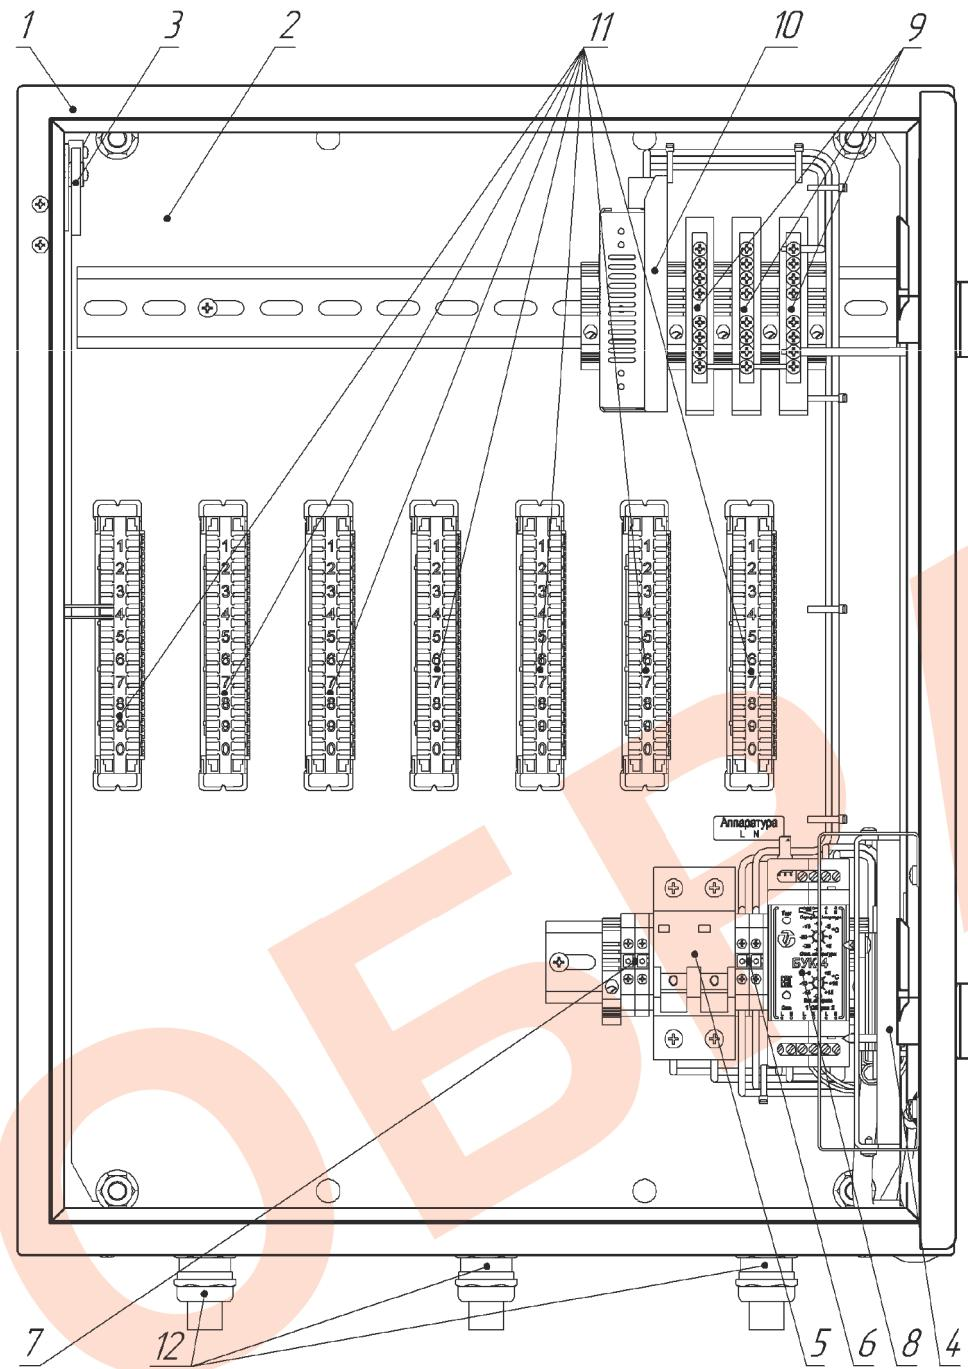

Рис. 1. Устройство термошкафа (дверь открыта на 90°)
3. Подключить тамперный контакт S2 (рис.1) к внешнему устройству сигнализации через контакты 7 и 8 (4-я пара) плинты X3.
4. Подать напряжение питания 220В AC на автомат питания, при этом фазный провод (L) соединить с контактом 1, нулевой провод (N) с контактом 3.